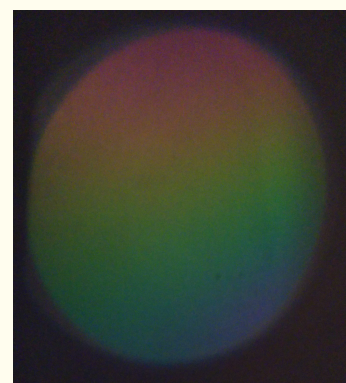

FIGURE 3 – Teintes de Newton
- Toucher avec la plus grande précaution la vis de translation. On doit observer sur l'écran des teintes colorées presque uniforme : ce sont les **teintes de Newton** (Figure 3). On se trouve alors au contact optique!